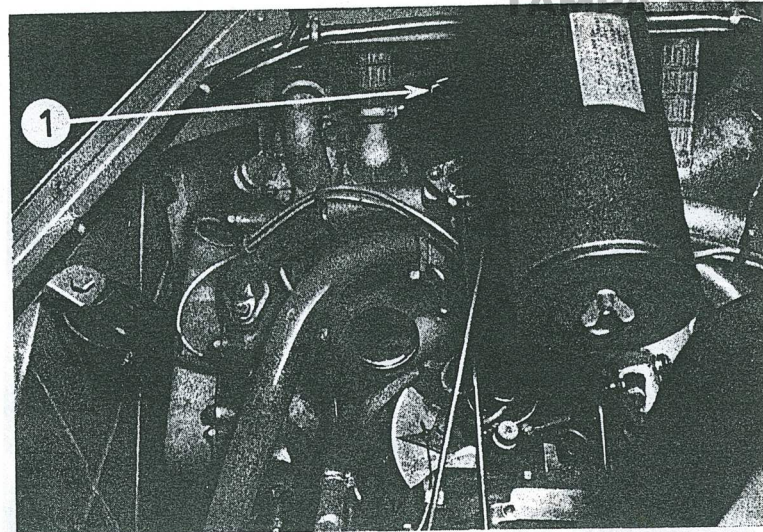

Fig. 37
Courroie du ventilateur. — C'est le basculement de la dynamo autour d'un axe d'articulation qui permet de régler la tension de la courroie. Il faut donc débloquent l'axe d'articulation et la glissière (1) (fig. 37), pousser la dynamo de façon à tendre la courroie sans forcer et rebloquer.